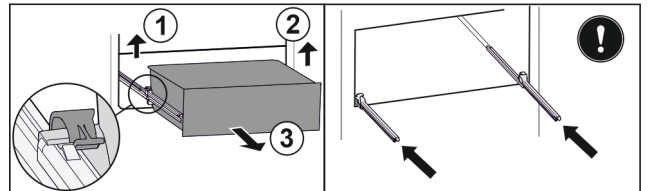

Fig. 37\*
- Soulever la bride de serrage gauche et tirer dans le même temps le tiroir sur la gauche vers l'avant Fig. 37 (1).\*
- Soulever la bride de serrage droite et tirer dans le même temps le tiroir sur la droite vers l'avant Fig. 37 (2).\*
- Retirer le tiroir par l'avant Fig. 37 (3).\*